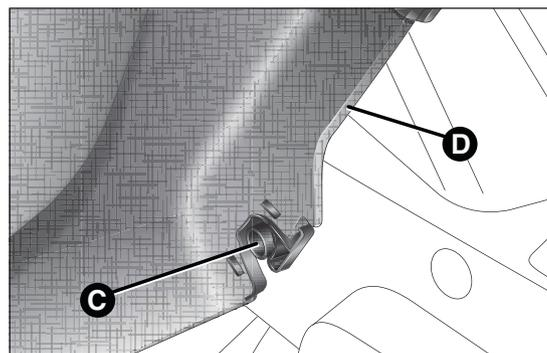

fig. 62
- liberare i perni C fig. 62 posti all'esterno del ripiano, quindi rimuovere la cappelliera D sfilandola verso l'esterno;